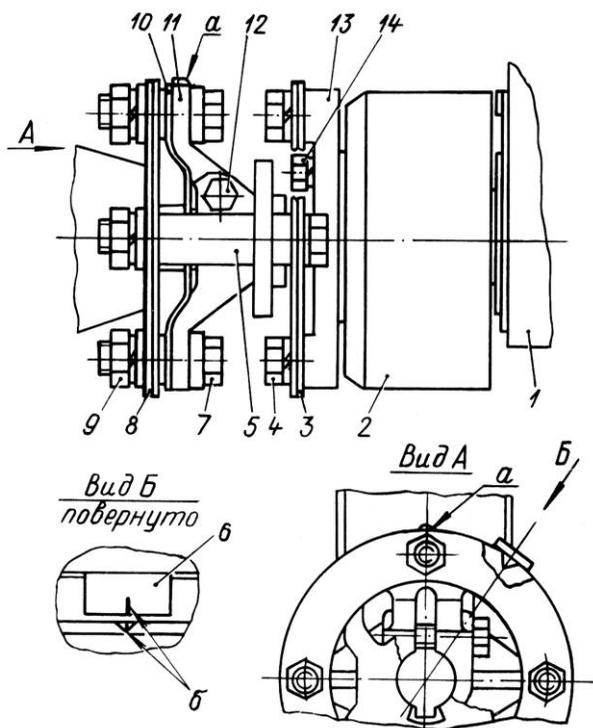

Рис. 17. Привод топливного насоса высокого давления:
В момент совмещения меток, показанных на рис. 15 и 16, должны совместиться метка на торце муфты 2 (рис. 17) опережения впрыскивания с риской на указателе 6. Если метки не совместились, отвернуть две гайки 9 и поворотом муфты опережения впрыскивания за счет овальных отверстий на приводе совместить метки, указанные на рис. 17.
1. Установить ведомую полумуфту 13 на муфту 2 (рис. 17) опережения впрыскивания и закрепить ее четырьмя болтами.